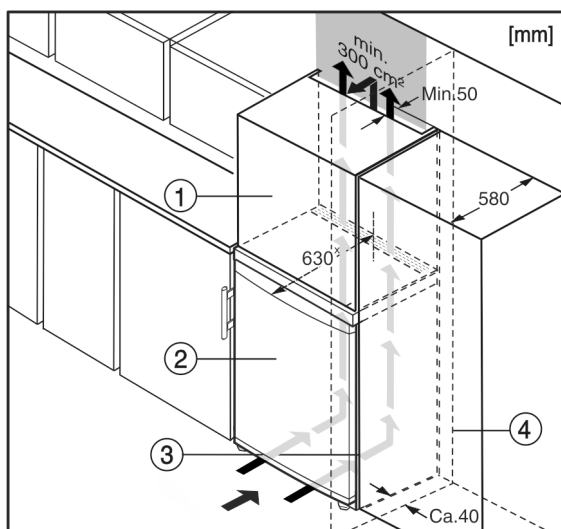

Fig. 6
- (1) Nastavná skříňka* (3) Kuchyňská skříň*
(2) Přístroj* (4) Stěna*
Přístroj lze zabudovat do kuchyňských skříní. K vyrovnání přístroje Fig. 6 (2) na výšku kuchyňské linky lze na přístroj nasadit nástavec Fig. 6 (1).
Při montáži do kuchyňských skříní (hloubka max. 580 mm) lze přístroj instalovat hned vedle kuchyňské skříně Fig. 6 (3). Přístroj přesahuje přední stěnu kuchyňské skříně na stranách o 34 mm * a uprostřed o 50 mm *.
Když se přístroj instaluje závěsy vedle stěny Fig. 6 (4), musí být vzdálenost přístroje od stěny alespoň 40 mm. To odpovídá přesahu madla při otevřených dveřích.*